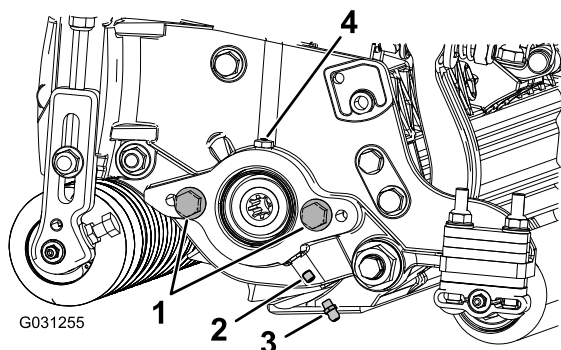

図 4
ねじは廃棄する 図4。
2. グリスフィッティングストレートを取り付ける 図 4。
2. リールモータのサイドプレートにキャップスクリューが付いていない場合は取り付ける 図 4。
3. リールモータにOリングを取り付ける 図 4。